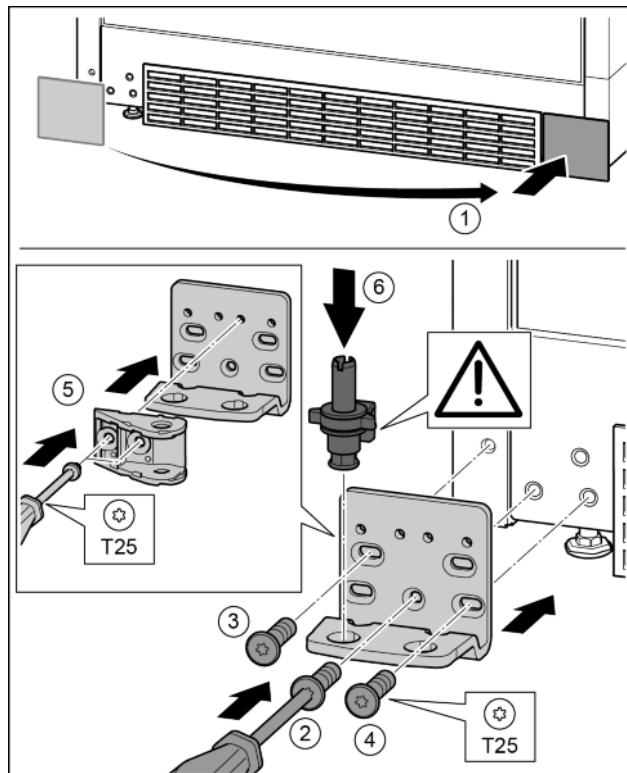

Fig. 31
- ▶ Зніміть кришку та встановіть її з іншого боку. *Fig. 31 (1)*
- ▶ Встановіть опорний кронштейн з іншого боку і закріпіть гвинтами за допомогою викрутки T25. Почніть із гвинта 2 знизу посередині. *Fig. 31 (2)*
- ▶ Закрутіть гвинти 3 та 4. *Fig. 31 (3, 4)*
- ▶ Поверніть з'єднувальний елемент демфера на 180°. Пригвинтіть з іншого боку опорного кронштейна за допомогою викрутки T25. *Fig. 31 (5)*
- ▶ Вставте цілком опорний гвинт. При цьому виступ фіксатора повинен бути спрямований назад. *Fig. 31 (6)*